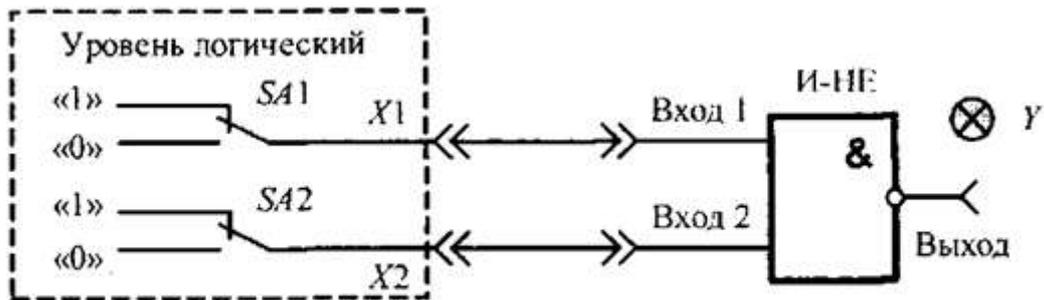

Рис. 1. Схема соединений для исследования логического элемента И-НЕ
1) Составить таблицу истинности логического элемента «И-НЕ». Для этого собрать схему (рис. 1), подключив выходы гнезд «Уровень логической» к соответствующим входам логического элемента «И-НЕ». Включить тумблер «Питание». Задавая различные комбинации входных логических сигналов ( $X_1$ ,  $X_2$ ) тумблерами  $SA_1$  и  $SA_2$ , фиксировать по светодиоду выходной сигнал  $Y$  логического элемента. Составить таблицу истинности исследуемого элемента. Результаты занести в табл. 1. Выключить тумблер «Питание»;